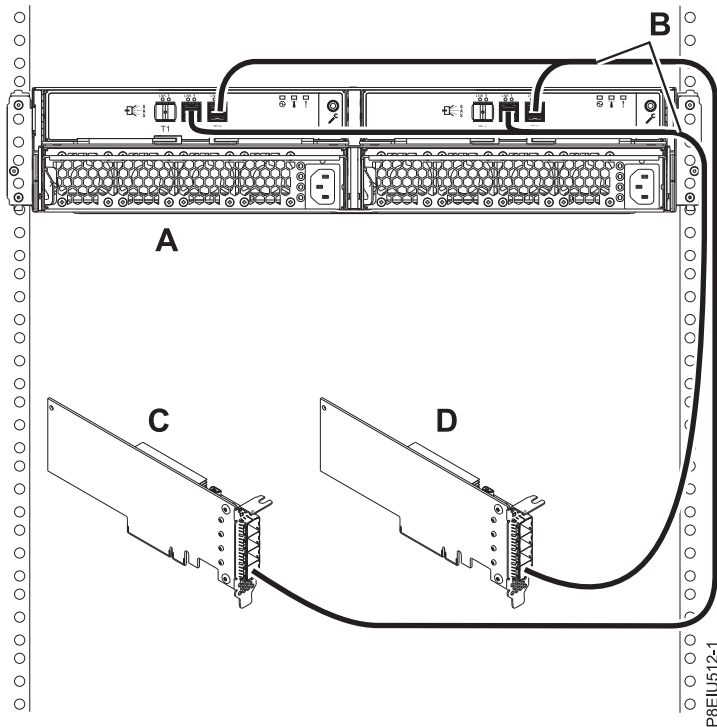

Abbildung 17. Modus 2-Anschluss einer ESLL- oder ESLS-Speichereinheit mit YO12-Kabeln an zwei unabhängige SAS-Adapter (FC EJ0J oder FC EJ0M)
17. Schließen Sie ein Gehäuse im Modus 2 (A) mit YO12-Kabeln (B) an zwei unabhängige SAS-Adapter (FC EJ0J oder FC EJ0M) an., wie in Abb. 17 auf Seite 20 dargestellt. Fahren Sie anschließend mit „Kabel und Netzkabel anschließen und Abdeckungen installieren“ auf Seite 23 fort.